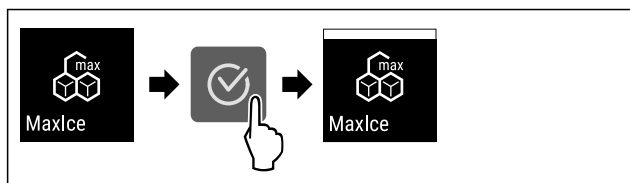

Fig. 22
► Stappen (zie Fig. 22) uitvoeren.